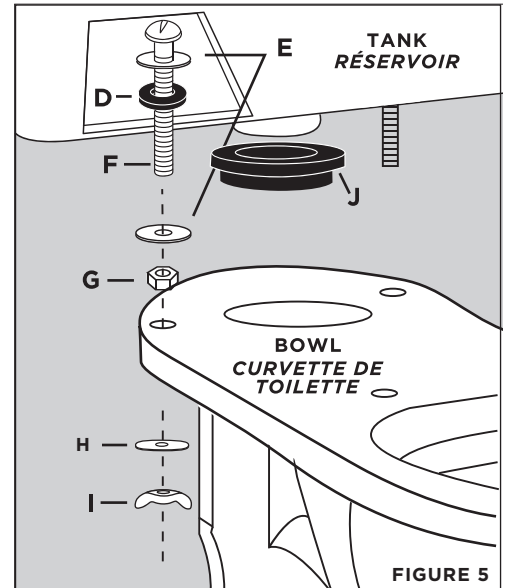

FIGURE 5
*Déposez délicatement le réservoir sur la cuvette de toilette en introduisant les boulons (F) dans les trous du cuvette de toilette. Fixez le gros joint d'étanchéité en caoutchouc (J) dans le trou de vidage central sous le réservoir.*
Place an oval metal washer (H) followed by a wing nut (I) onto each of the protruding bolts (F). Tighten the wing nuts (I) enough so that the tank sits flat on the toilet bowl (FIGURE 5).
*Placez un rondelle ovale en métal (H) suivie par un écrou à oreille (I) sur chaque boulon (F) saillant. Serrez les écrous à oreilles (I) suffisamment pour que le réservoir repose bien à plat sur la cuvette de toilette (FIGURE 5).*